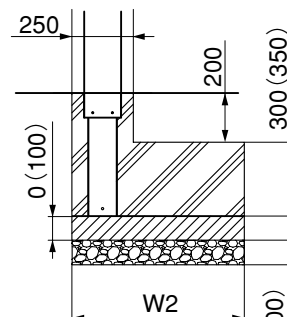

図1-8 側面ガーデニング仕様隣地境界線基礎寸法
- ガーデニング仕様で隣地境界線になる場合は、基礎の芯をずらして施工してください。(図1-8参照)